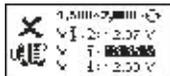

Fig. 48
11. Se o mínimo ou máximo de carga de volts não estiverem compreendidos dentro dos limites de voltagem, o resultado será exibido como nos exemplos em baixo (Fig.48&49) e será exibido no ecrã a informação para testar o alternador pela falha do sistema.